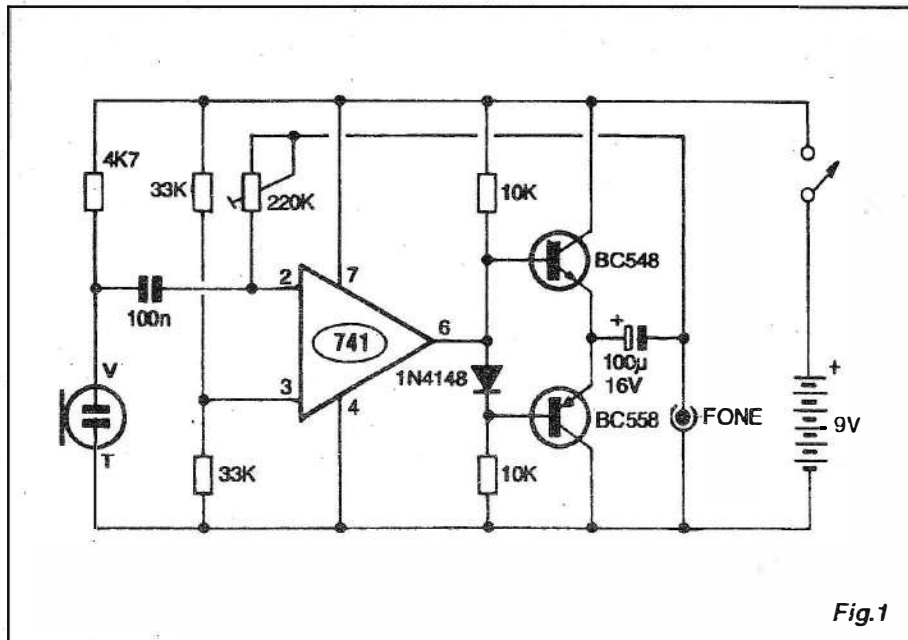

Fig.1
Muito raramente serão encontrados sistemas ou aparelhos domésticos de áudio que não contenham um jaque para uso de fones externos individuais... Entretanto, se isso se verificar, é possível fazer algumas alterações simples na entrada do módulo transmissor do FOSF, de modo a adequar o seu funcionamento para a ligação direta à uma saída tipo *auxiliar* (médio nível, média ou alta impedância...). Nesse caso, basta substituir o resistor original de 15R (rever FIG. 1) por um de 47K x 1/4W, trocando também o eletrolítico de entrada, originalmente de 4u7, por um capacitor de poliéster de 100n ou 220n...
- FIG. 1 - DIAGRAMA ESQUEMÁTICO DO CIRCUITO - Para preservar o pequeno tamanho geral e o baixo consumo (o que também ajuda na miniaturização, através do requerimento de pilhas ou baterias de modestas dimensões...), a lógica indica o uso de um circuito com um mínimo de componentes, o que é rigorosamente cumprido pelo projeto, conforme o leitor/hobbysta pode ver no diagrama... Um conhecido integrado 741 (amplificador operacional), em função amplificadora de alto ganho, centraliza as ações, circuitado com estrutura inversora, e por isso tendo o